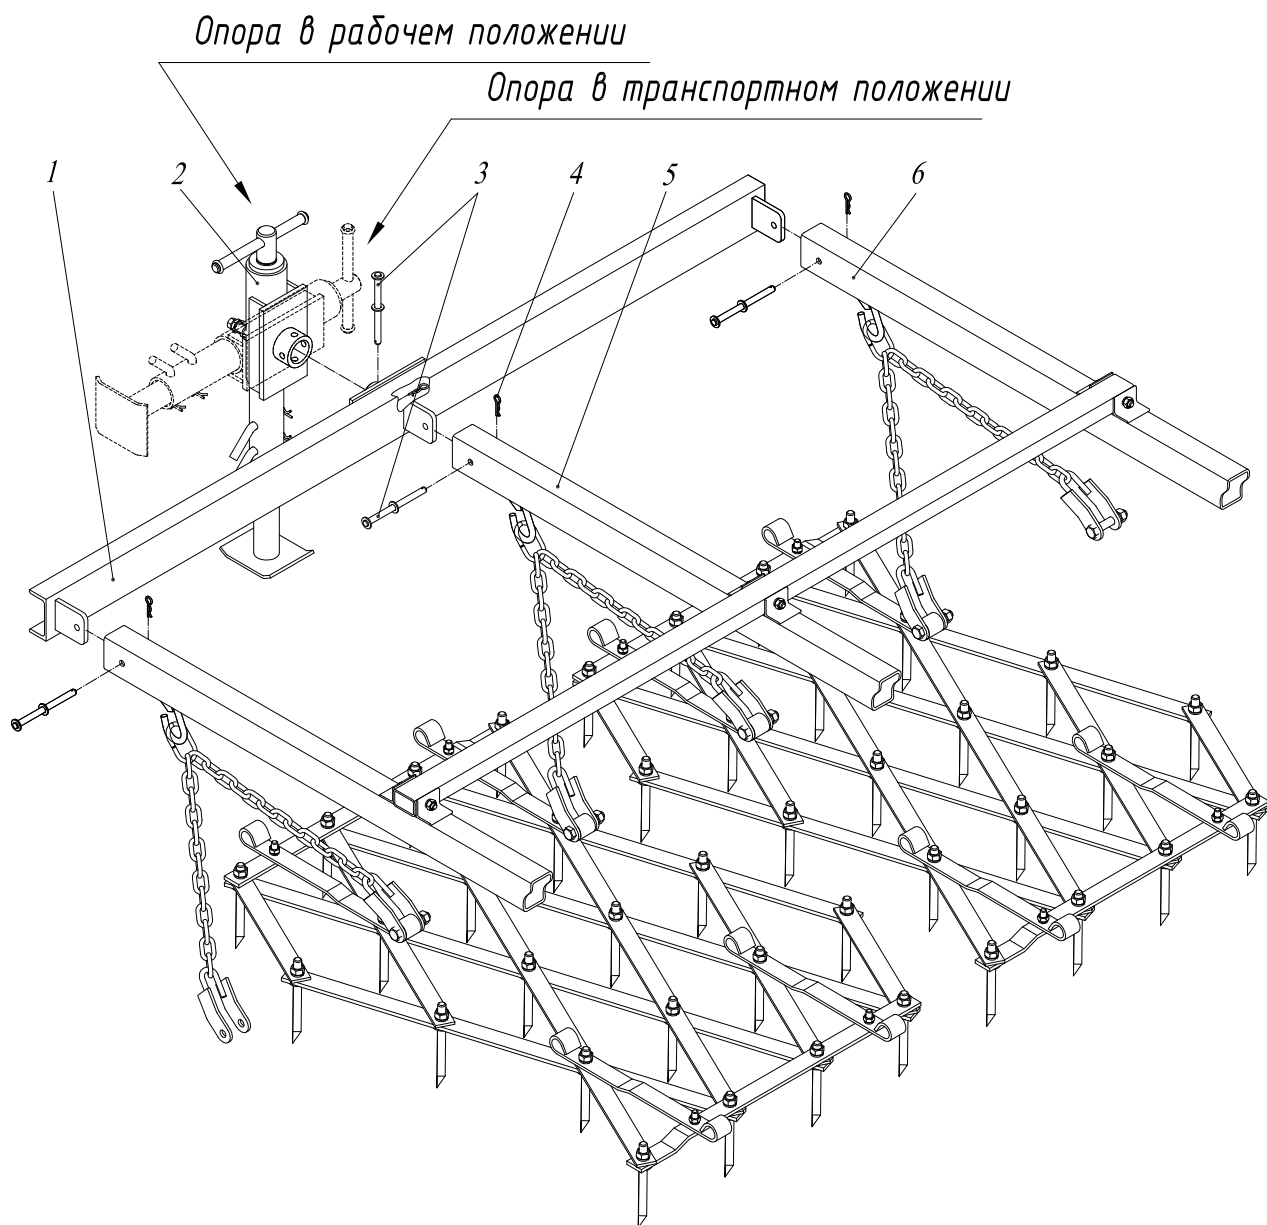

Рис.9 Выносная опора СГВ 00.250
2.1.5 Выносная опора в сборе (рис.9) служит для удерживания сцепки в рабочем положении при отсоединении сцепки от трактора. Опора устанавливается на ось балки 1, закрепленной с помощью фиксаторов 3 на штангах 4 и 5 центральной секции, и фиксируется в рабочем или в транспортном положении фиксатором 3.
-отсоединять сцепку в рабочем положении от трактора без установленной задней выносной опоры 17 рис.1 в рабочем положении (см. рис.9).